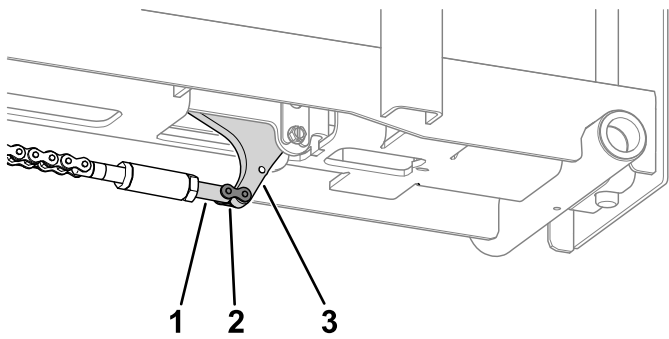

**Figura 13**
5. Utilizai o za de lan pentru a monta lanul la întinzătorul de lan (Figura 13).
6. Montai axul hexagonal la întinzătorul de lan (Figura 13).
7. Utilizai o contrapiuliță pentru a monta întinzătorul za-lan la axul hexagonal (Figura 13).